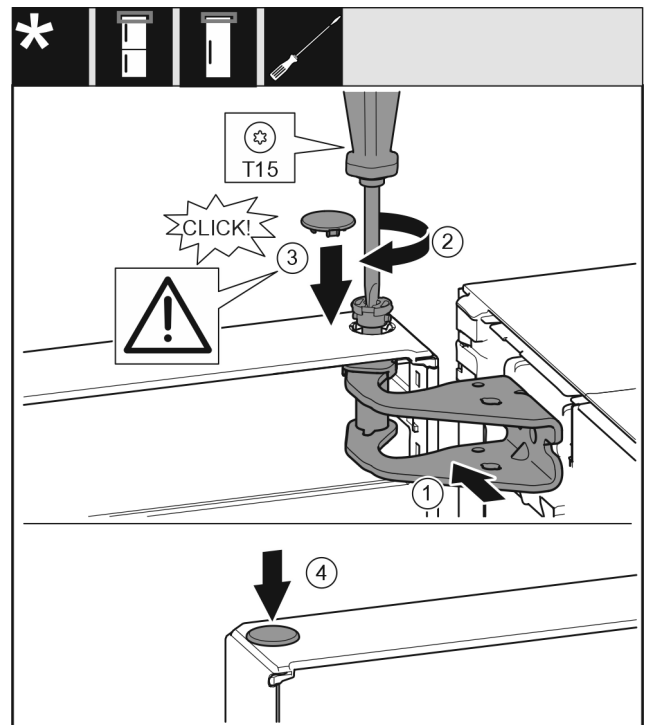

Fig. 23
- ▶ Tür oben zur Öffnung im Lagerbock Fig. 23 (1) ausrichten.
- ▶ Bolzen Fig. 23 (2) einsetzen und mit Schraubendreher festschrauben.
- ▶ Abdeckung Fig. 23 (3) einsetzen.
- ▶ Kontrollieren, dass die Abdeckung Fig. 23 (3) auf der Tür aufliegt.
- ▶ Abdeckung Fig. 23 (4) einsetzen.